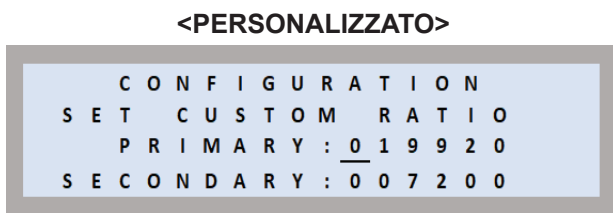

Figura 69
- L'opzione «PERSONALIZZATO» consente di definire un rapporto personalizzato. Dalla schermata «SELEZIONA TARGA IDENTIFICATIVA» (vedere Figura 69), effettuare una pressione su  per selezionare l'opzione «PERSONALIZZATO».
- **Impostazione dei valori dei rapporti personalizzati primario e secondario:** Il cursore lampeggia sotto la prima opzione «Primario» (vedere Figura 69). Utilizzare  e  per modificare l'opzione. Quindi utilizzare  o  per scorrere i campi e impostare i valori dei campi dell'opzione primaria e secondaria rimanenti.